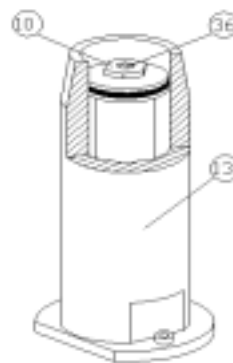

Fig. 12
Doblando la gorra de aluminio (10) levanta la lengua en sentido de las agujas del reloj y girarlo en sentido contrario a las agujas del reloj lo bajará. En cuanto el ajuste ha sido hecho, arregle el ajuste ajustando el tornillo (36) dentro de la gorra. Fig. 12.